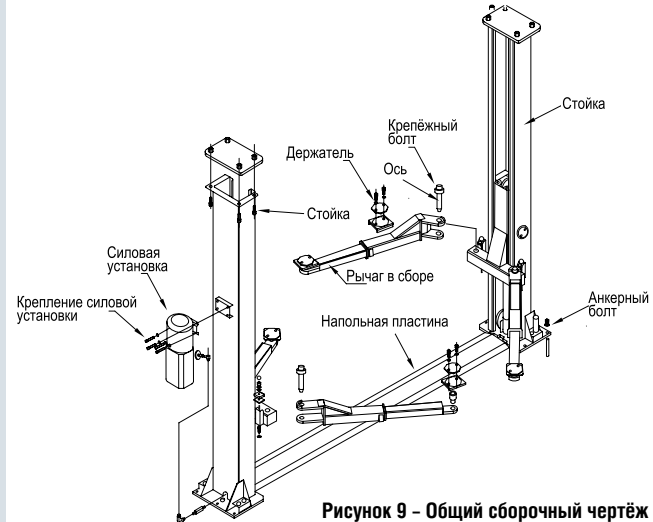

Рисунок 9 – Общий сборочный чертёж
- Установите рычаги на каретках применяя ось (рис. 9) (короткие рычаги на основную стойку и длинные на дальнюю). Проверить работу блокировок рычагов подхвата. Равномерно и туго натяните тросы синхронизации так, чтобы каретки оставались на исходной высоте и опирались о первый паз в стойках, а не висели на тросах. (Натягивайте троса поочередно понемногу).